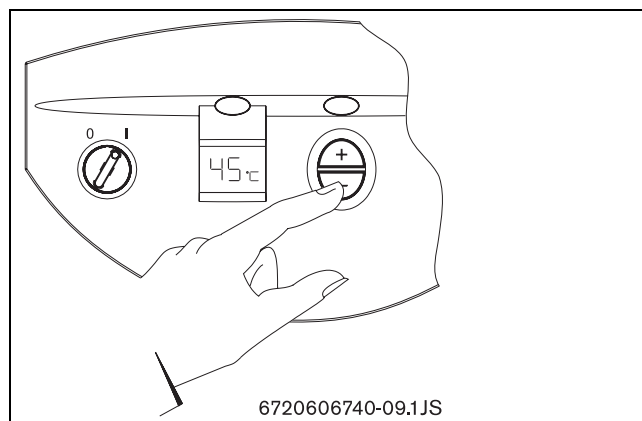
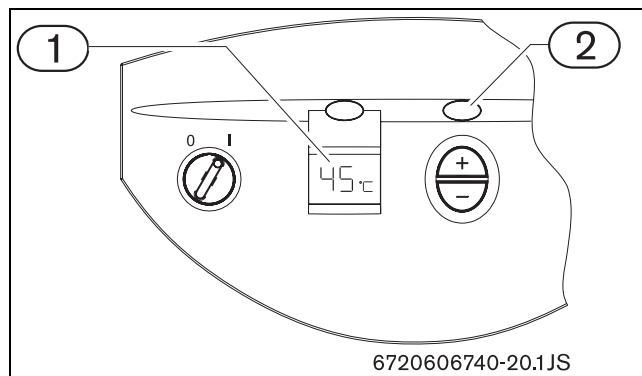

Fig. 7
Fig. 8 Quadro comandi
Il valore della temperatura visualizzato sul display del quadro comandi (fig. 8, pos. 1) corrisponde alla temperatura misurata all'uscita dall'apparecchio.
- ▶ Premere i tasti  $\oplus$  oppure  $\ominus$  sul quadro comandi (→Fig. 7) fino a visualizzare sul display del quadro comandi (→Fig. 8, pos. 1) il valore desiderato (temperatura in gradi centigradi).
- ▶ Premere i tasti + oppure - sul quadro comandi (→Fig. 7), fino a visualizzare sul display del quadro comandi (→Fig. 8, pos. 1), il valore desiderato (temperatura in gradi centigradi).
- ▶ Ora è possibile memorizzare tale temperatura, premendo per 3 sec. il tasto "Program" (→Fig. 8, pos. 2) sul quadro comandi.